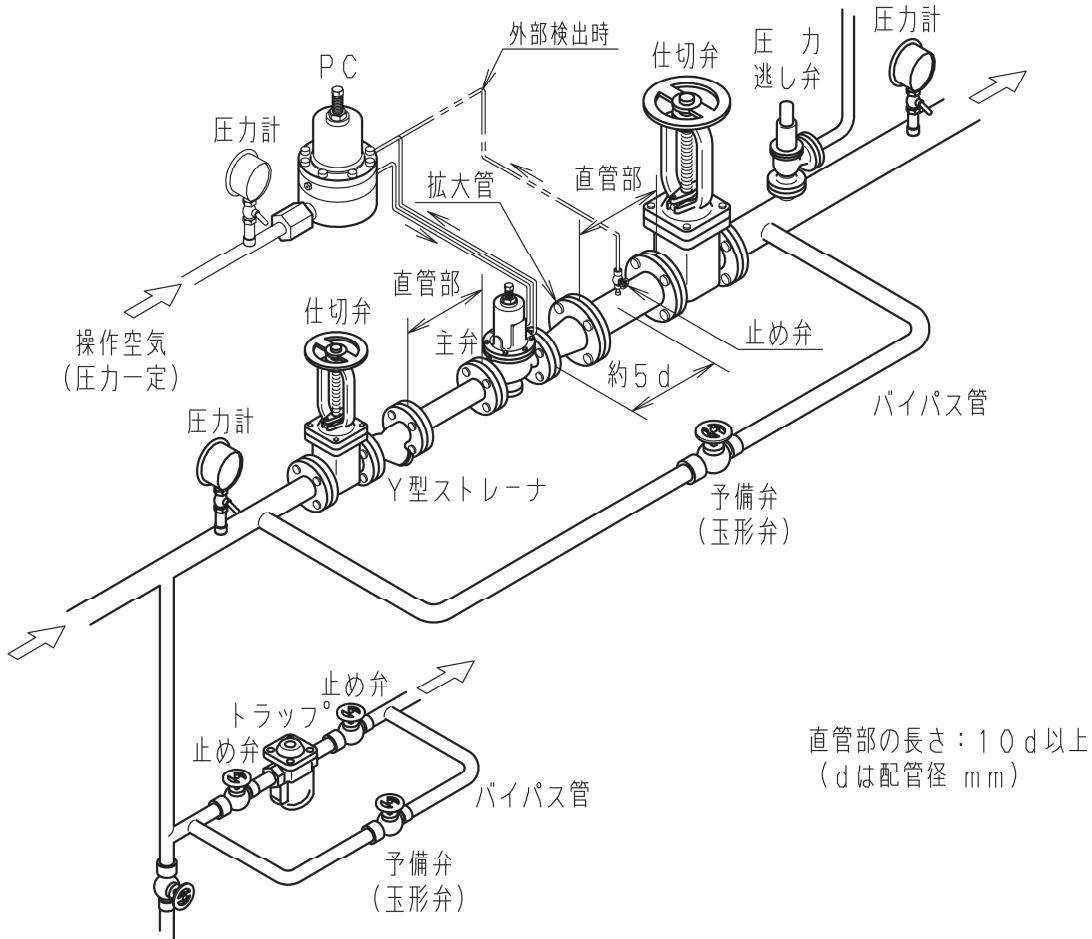

図 6 配管例
- (1) 本弁を取り付ける配管には図 6 に示すように、Y型ストレーナ、圧力逃し弁および予備弁(玉形弁)、さらには前後弁(仕切弁)および圧力計を設置してください。